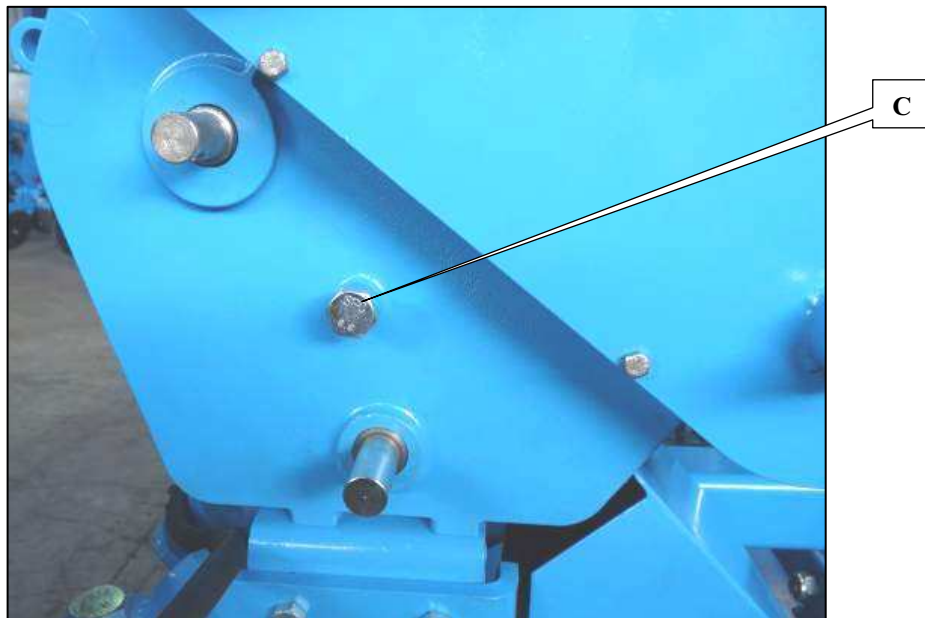

Fig. 2
Questa regolazione viene effettuata con un dado (D fig. 2), a seminatrice sollevata.
-Regolazione dei raschiatori, 2 esterni (E fig. 2) e 2 interni (F fig. 2).
Per regolarne la posizione, sollevare la seminatrice, allentare la vite (G fig. 2), far scivolare il raschiatore fino ad andare a sfiorare il disco e riavvitare.
- Graisser le variateur par l'orifice (C fig. 2). Lubrifier avec une huile en bombe aérosol à base de téflon pour la lubrification. (FÖRCH PTFE Truck S416)
- Grease the variator via the port (C fig. 2). Use a synthetic lubricant in a pressurised spray can.